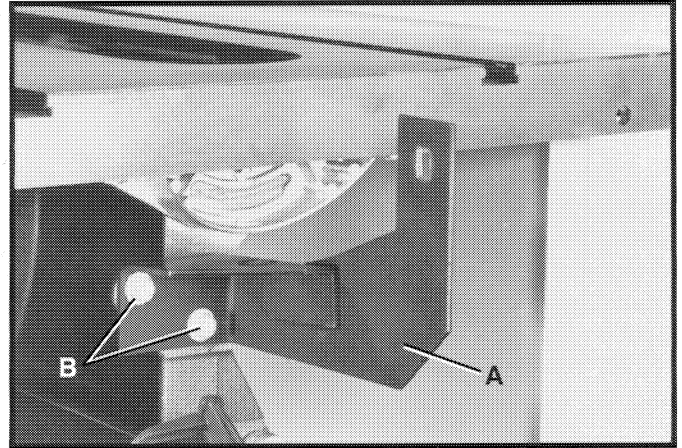

Fig. 21
1. Afiance el soporte de montaje trasero del hendidor (A) Fig. 21 al muñón posterior utilizando para ello los dos tornillos de cabeza hexagonal de 5/8 pulg. de largo (B), y arandelas planas con diám. int. de 1/4 de pulgada. No apriete los dos tornillos (B) completamente en este momento.